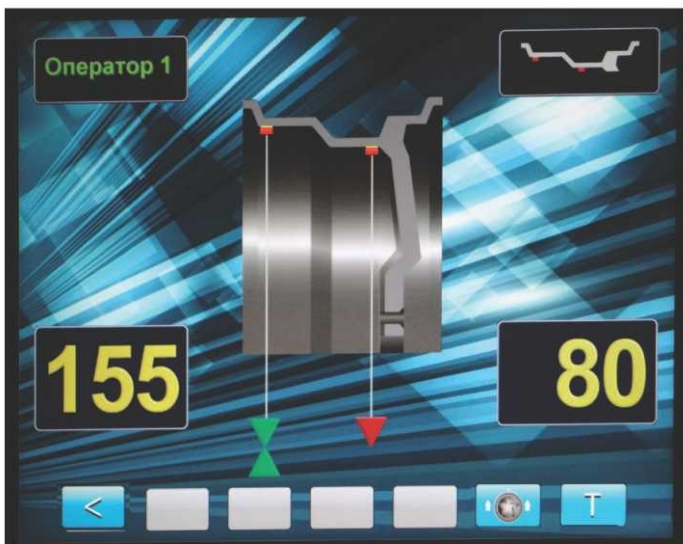

рис.13.2.
13.3. Выдвигайте штангу, следя за перемещением нижнего красного треугольника. В момент, когда штанга будет выдвинута на величину дистанции равную дистанции при задании положения груза в режиме «АУТОПРОГРАММ» (см. п. 11.2 и 11.3) нижний треугольник совместится с треугольником отмечающим положение груза, при этом изображения обоих треугольников станут зелёными (рис.13.2 и 13.3) и прозвучит звуковой сигнал.